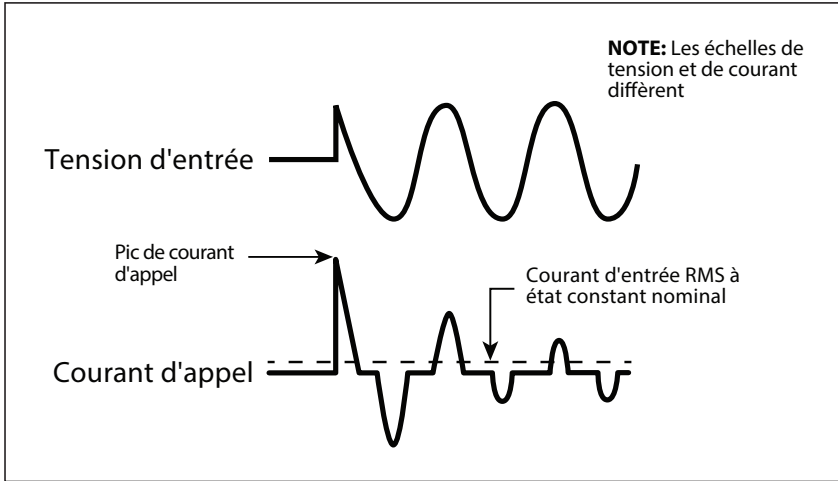

Fig 4.1 : Courant d'appel dans une SMPS.
- **Alimentations à découpage CA vers CC (SMPS):** Ce type d'alimentation est utilisé comme source d'alimentation autonome ou comme système frontal dans tous les appareils électroniques alimentés par un réseau électrique, par exemple dans des appareils audio / vidéo / périphériques informatiques et chargeurs de batterie (veuillez voir la section 4 pour plus de détails sur SMPS). Lorsque cette alimentation est mise sous tension, ses condensateurs latéraux internes d'entrée commencent à charger entraînant une très forte surtension de courant d'appel pendant quelques millisecondes (veuillez voir fig 4.1). Cette élévation de courant / puissance d'appel peut atteindre jusqu'à 15 fois la puissance nominale maximale en fonctionnement continu. L'élévation de courant / puissance d'appel sera, cependant, limitée par la puissance nominale lors de crête de puissance de la source CA.
Lorsque l'alimentation est allumée, il y a un courant d'appel très important requis par l'alimentation alors que les condensateurs d'entrée sont chargés (les condensateurs agissent presque comme un court-circuit lors de la mise sous tension). Le courant d'appel lors de l'allumage est entre plusieurs fois et des dizaines de fois plus important que l'entrée de courant RMS nominale et dure quelques millisecondes. Un exemple de tension d'entrée comparée aux formes d'onde de courant d'entrée est donné en Fig. 4.1. On y voit que l'impulsion initiale du courant d'entrée juste après l'allumage représente plus de 15 fois le courant RMS à l'état constant. L'appel disparaît après environ 2 ou 3 cycles ou environ 40 à 60 millisecondes pour une onde sinusoïdale de 50 Hz.